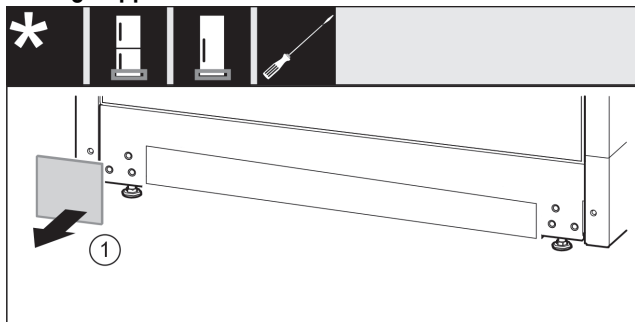

Fig. 35
- Togliere la copertura. Fig. 35 (1)